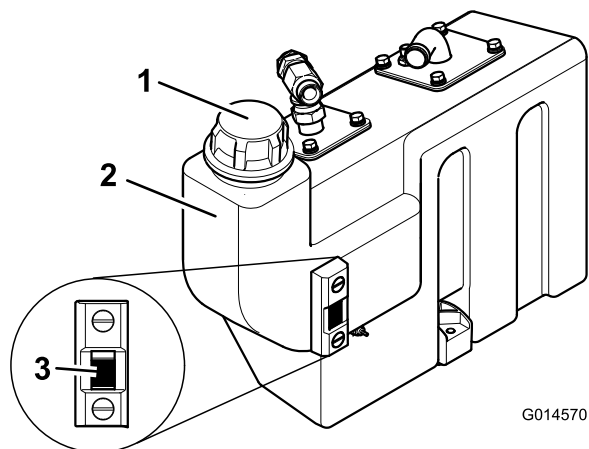

Bild 29
- Wenn Hydrauliköl benötigt wird, reinigen Sie den Bereich um die Abdeckung des Hydrauliktanks (Bild 29). Schrauben Sie den Tankdeckel ab.